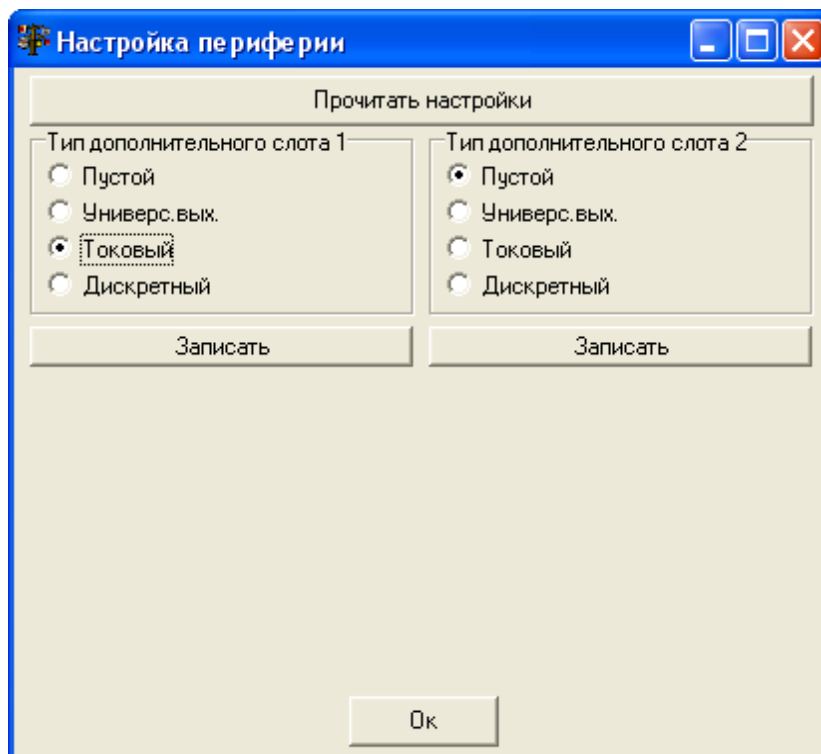

Рис.27. Вкладка «Настройка периферии».
2.6.6. Нажмите кнопку **Перейти к настройкам периферии**. На мониторе появится вкладка (рис.27):